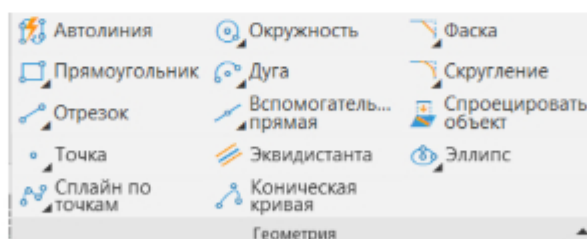

Рис. 2 Панель «Геометрия»
**Разбиение контура на геометрические примитивы.** Панель «Геометрия» содержит команды для создания геометрических объектов в эскизе (рис. 2).